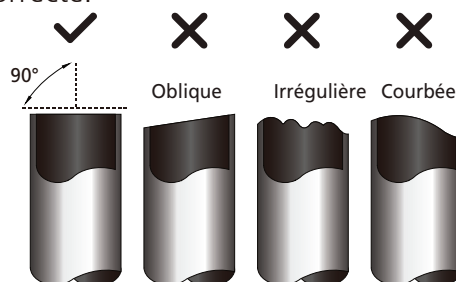

Fig. 5.1
3. Veillez à ce que le tuyau soit précisément coupé à un angle de 90°. Reportez-vous à la **fig. 5.1** pour voir des exemples de coupe incorrecte.